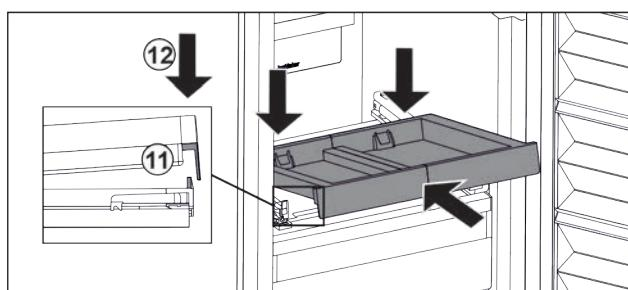

Fig. 27
- Вставьте, наклоняя вниз. Обратите внимание на то, чтобы на обеих сторонах упор был за накладкой. Fig. 27 (11)
- Снимите выдвижную панель спереди. Fig. 27 (12)